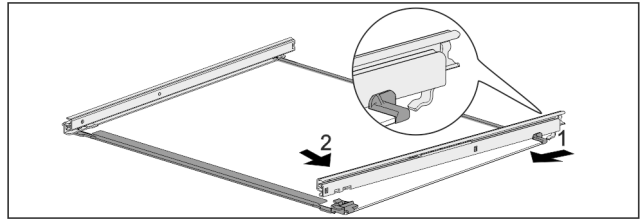

Fig. 140 Стъклена плоча с релси
- ▶ Закачете релсата отзад. Fig. 140 (1)
- ▶ Фиксирайте релсата отпред. Fig. 140 (2)